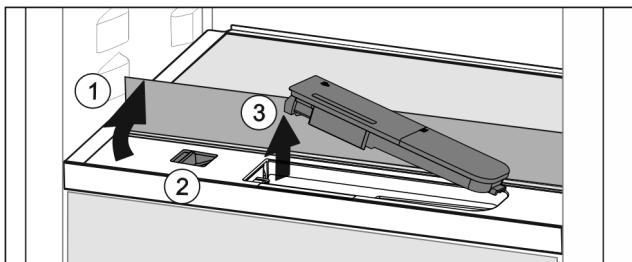

Fig. 53
► Повдигнете стъклената плоча и я завъртете до ограничителя назад Fig. 53 (1).
► Преместете пъзгача Fig. 53 (2) наляво.
► Извадете резервоара за вода Fig. 53 (3).